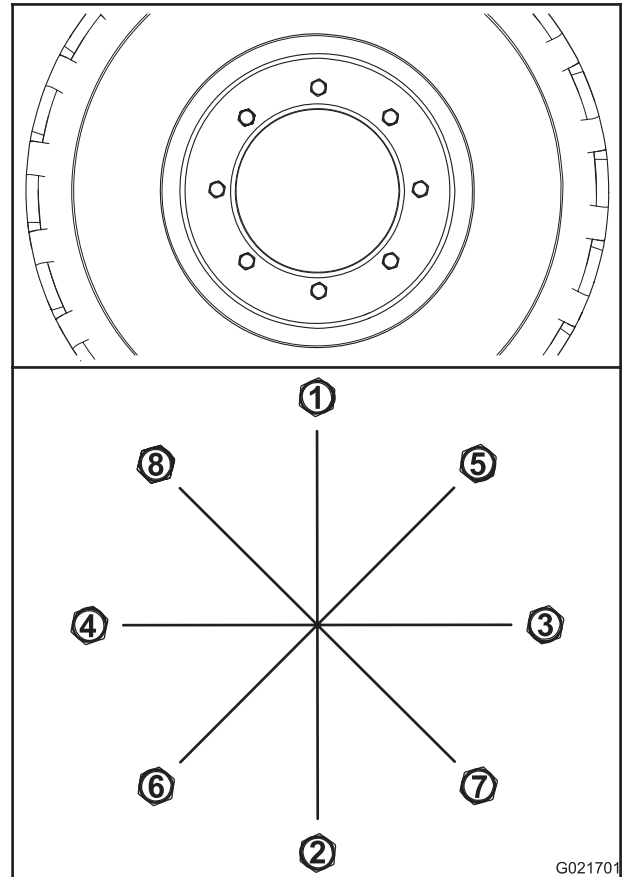

Figure 64
- Serrez tous les écrous de roue à 100 N·m (75 pi-lb) dans l'ordre indiqué à la Figure 64.
- Serrez tous les écrous à 200 N·m (150 pi-lb) dans l'ordre indiqué à la Figure 64.
- Serrez tous les écrous à 300 N·m (225 pi-lb) dans l'ordre indiqué à la Figure 64.